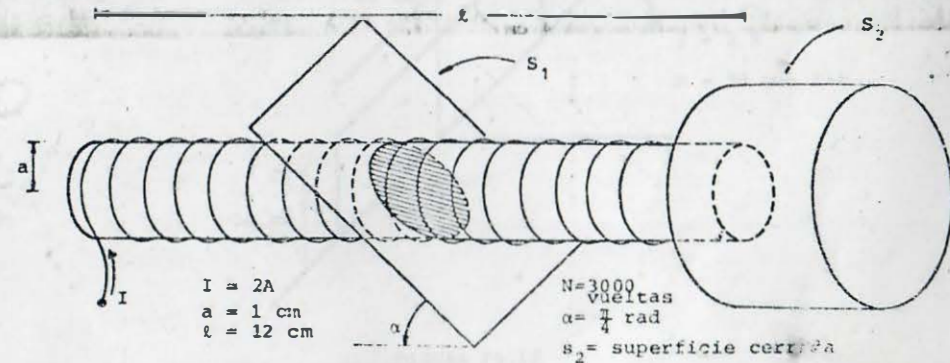

FIGURA P5.14
- 5.14 Con base en las características del solenoide mostrado en la figura P5.14, calcule el flujo magnético a través de las superficies  $S_1$  y  $S_2$  indicadas en la misma figura.